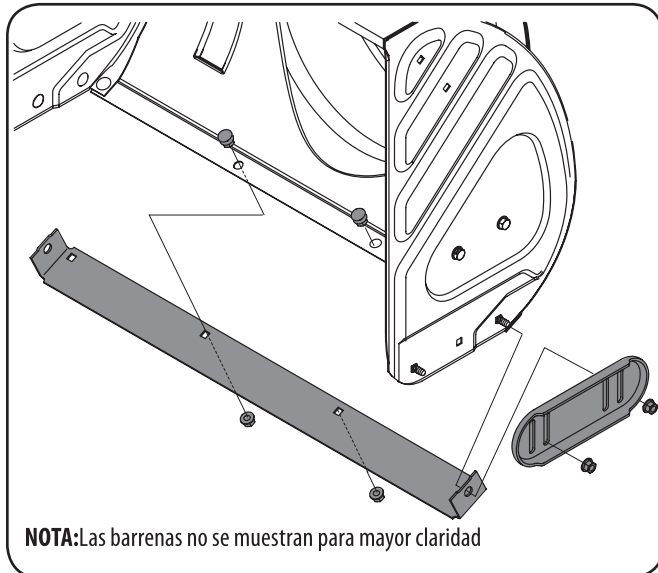

Figura 6-1
2. Monte las nuevas zapatas antideslizantes con cuatros pernos de carro (dos en cada lado) y las tuercas de brida hexagonales. Consulte la Figura 6-1.